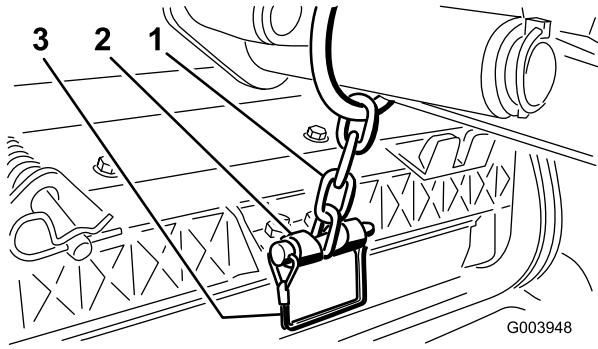

**Figure 9**
**Remarque:** Vous pouvez utiliser la fente pour rendre le plateau de coupe directionnel ou le trou pour que le plateau de coupe reste fixe (Figure 9).